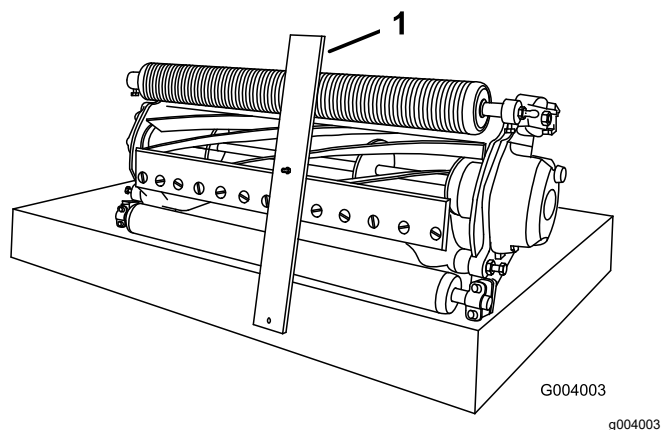

Figura 15
2. Agganciate la testa del bullone del calibro dell'altezza di taglio sul lato destro del tagliente della controlama e appoggiate l'estremità posteriore della barra sulla parte posteriore del rullo (Figura 15).